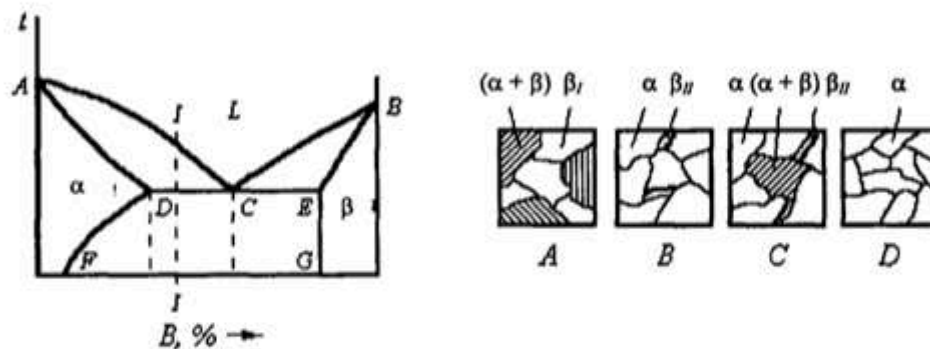

Рис. 32
**№ 66. Какая из приведенных структур принадлежит сплаву 1 - 1 при комнатной температуре (рис. 32)?**